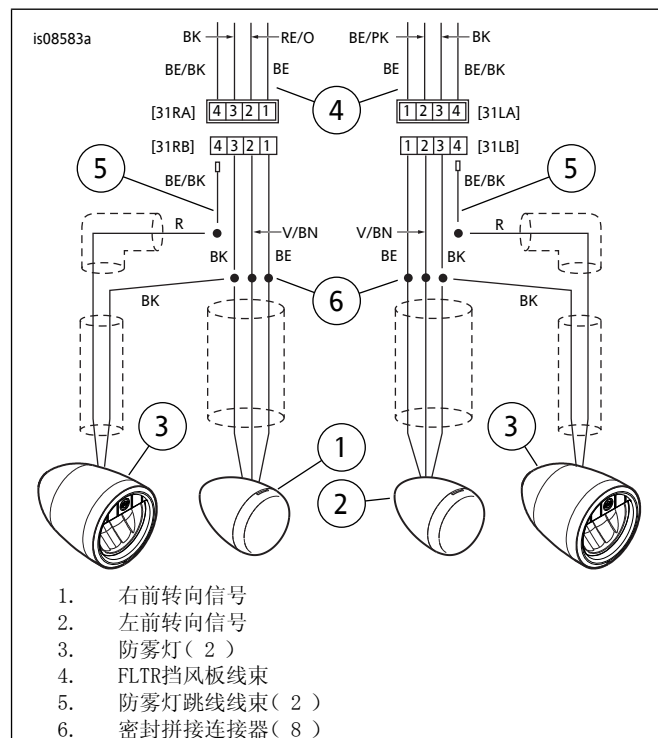

图5。布线图: RoadGlide LED子弹形防雾灯
5. 用套件中的一个密封拼接连接器(11)将(V/BN)连接器导线连接至来自转向信号的(V/BN)导线。参见图5:项目6。用第二个密封拼接连接器将(BE)连接器导线连接至来自转向信号的(BE)导线。此时保持(BK)导线处于剪断状态。
c. 参见图5。使用套件中的一个密封拼接连接器(6)将(BK)防雾灯导线连接至之前剪断的(BK)转向信号导线。